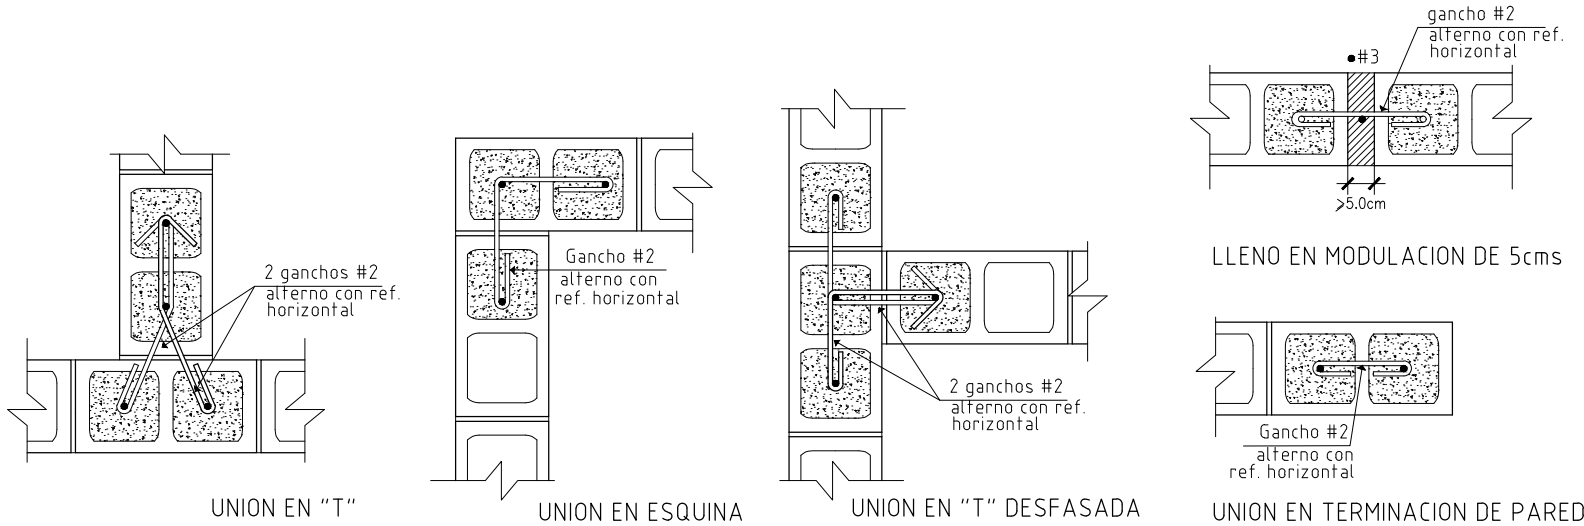

FIGURA 8
- E6.9 LOS ANCLAJES EN LAS ESQUINAS, INTERSECCIONES Y TERMINALES DE LAS PAREDES DE MAMPOSTERIA SE CONSTRUIRAN COMO MUESTRA LA FIGURA 8.